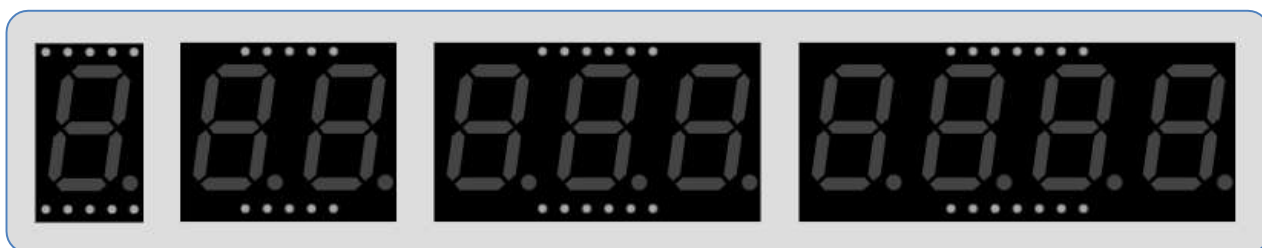

Рис. 2.1. Моделі семисегментних індикаторів, доступні в Wokwi
Семисегментний індикатор – це модуль для відображення цифрової та символічної інформації (рис. 2.1). Хоча він називається семисегментним, часто він містить 8 світлодіодів (сегментів), сім з яких формують обриси цифри, а восьмий відповідає за десяткову крапку (DP). Характеристики, приклади та способи використання наведені в документації Wokwi [6].